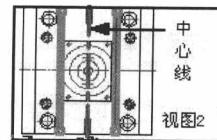

图 1.7
① 首先将“视图 2”沿竖直中心线“三维旋转”180°执行以下 CAD 命令操作：【修改】/【三维操作】/【三维旋转】→接着选择“视图 2”所有对象（如图 1.7 所示）。
② 然后按“回车”键确认→再选取“竖直中心线”上的 2 点（如图 1.7 所示）→最后在命令行输入“参照角度【180】→按“回车”完成。